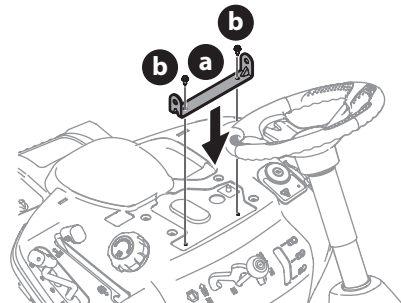

Figure 8
3. Alignez le support de siège (a) en place sur les trous d'où les deux vis autotaraudeuses (b) ont été retirés (Figure 8).
4. Utilisez une clé à cliquet de 1/4" avec une douille de 3/8" pour fixer le support de siège et les deux vis autotaraudeuses (b) qui ont été installées à l'étape 2 (Figure 8).